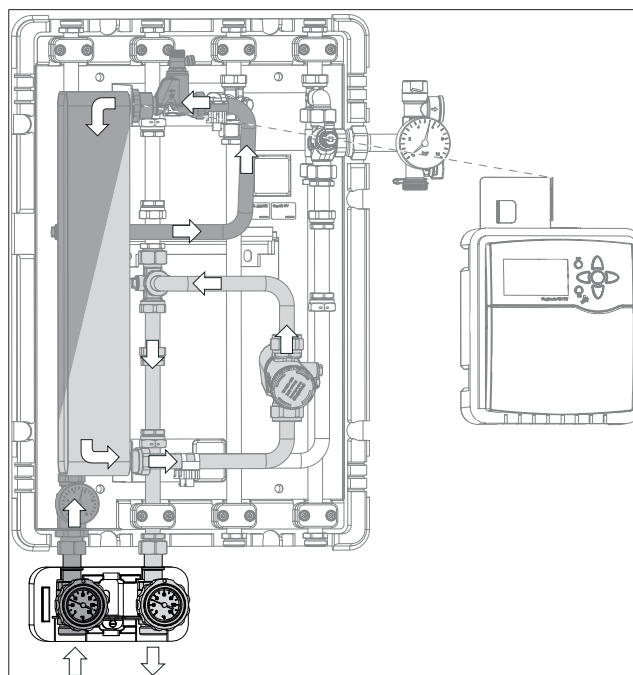

Fig. 16: Circuitul primar al „Regudis H” (racordare din partea de jos)
Apa caldă furnizată de către rețeaua de încălzire sau de termoficare pătrunde prin conducta de tur fie de sus, fie de jos (vezi fig. 16 de la pag. 18) în schimbătorul de căldură (vezi fig. 4 de la pag. 8 (15)).
Apa intrată în sistem se întoarce în rețeaua de alimentare prin conducta de retur a circuitului primar (vezi fig. 16 de la pag. 18).